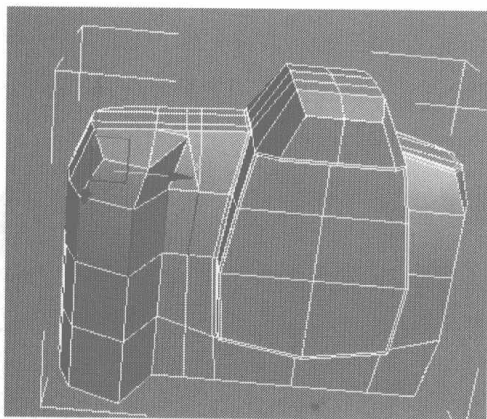
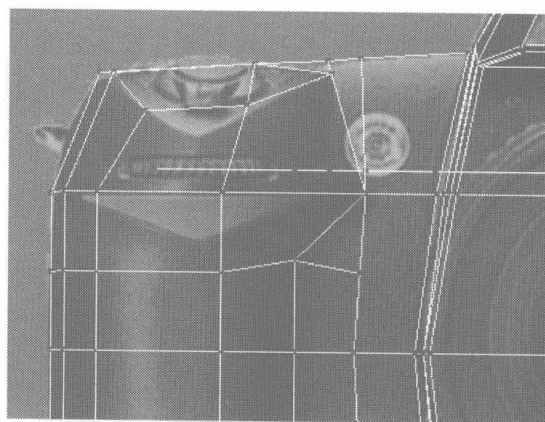

图 6.47
图 6.48
- 04 框选如图 6.47 所示的边线，为其添加一条细分线，再切换为节点编辑，在 Front 视图进行适当的调整，焊接各个节点，如图 6.48 所示。